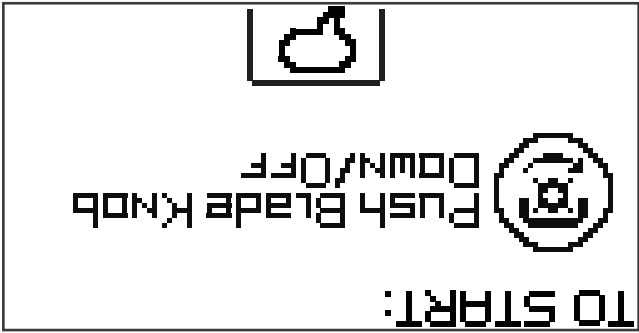

Figure 5-3
3. Vérifiez que le bouton de marche/arrêt des lames est bien à la position débrayée. Voir la Figure 5-3